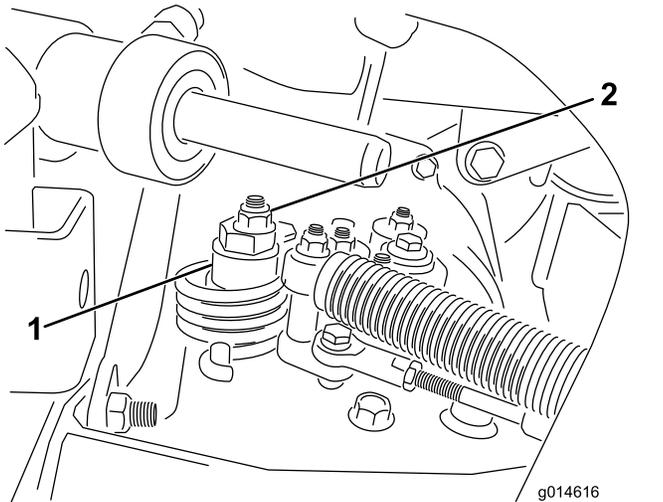

图44
- A. 松开将偏心螺栓固定到静液压泵顶部的螺母 图 44。
- C. 旋转偏心螺栓直到不再出现任何方向的缓慢前移。当轮子停止旋转时旋紧螺母锁定偏心螺栓和调整 图44。将油门移至慢速 和 快速 位置验证调节情况。